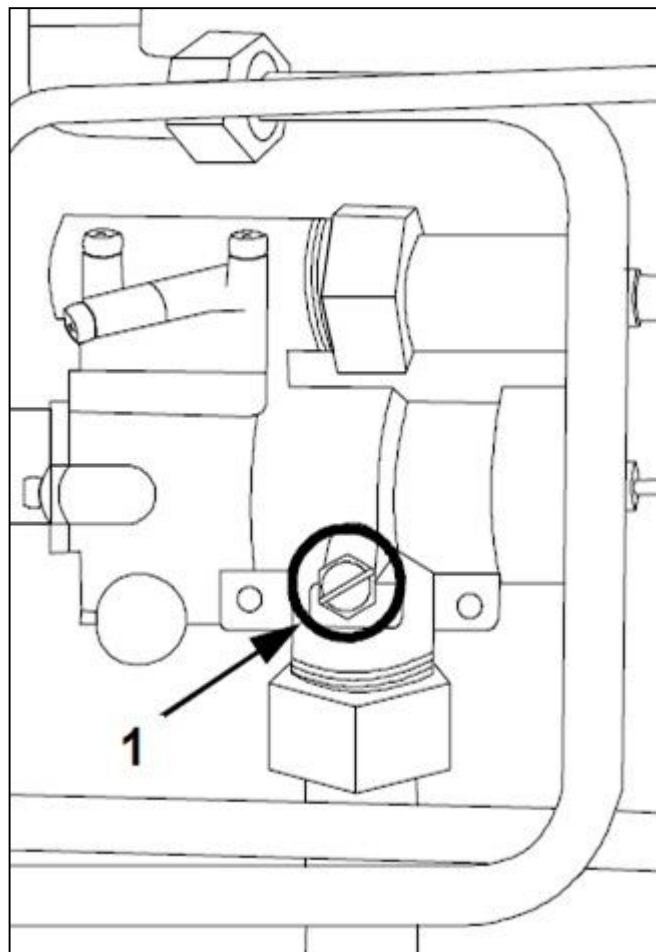

FIG.7
- 2) Rimuovere la vite di fissaggio della valvola di sicurezza (valvola principale); (FIG.7-Rif.1)
- 7) Riavvitare la vite della presa pressione di alimentazione (FIG.7-Rif.1);